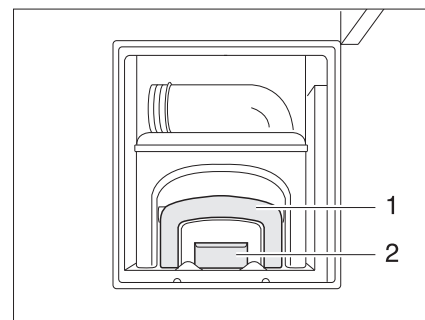

Fig. 247 Accès réservoir pour matières fécales, ouvert
- Actionner le déverrouillage (Fig. 247,2) et retirer le réservoir pour matières fécales (cassette) par la poignée (Fig. 247,1).